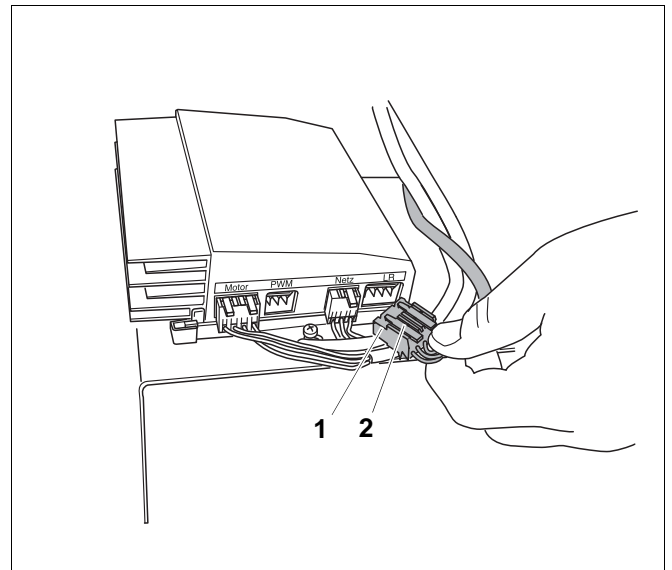

Рис. 14 Вынуть или вставить четырехполюсный LR-штекер
- После того, как вентилятор поработает в течение 3 секунд, нажмите на четырехполюсном штекере "LR" (рис. 14, поз. 1) на оба фиксатора (рис. 14, поз. 2) и выньте штекер. Теперь горелка работает в автоматическом режиме со стартовой скоростью вращения.
- Вставьте четырехполюсный штекер (рис. 14, поз. 1).